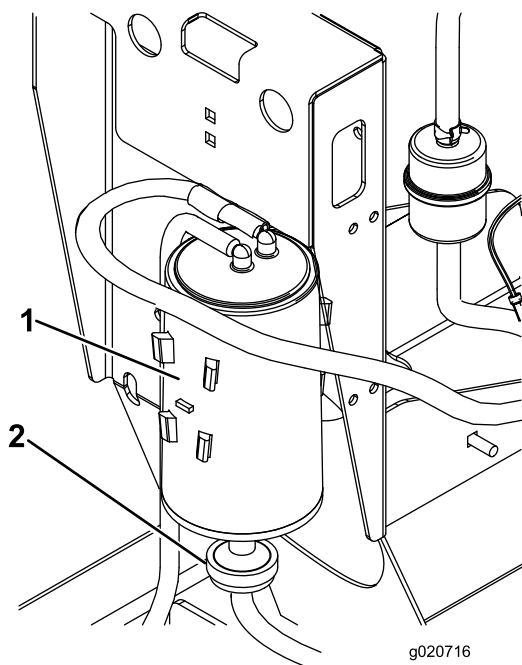

Figure 18
2. Débranchez le flexible du filtre à air à charbon actif (Figure 18).
3. Déposez et mettez au rebut le filtre à air à charbon actif (Figure 18).